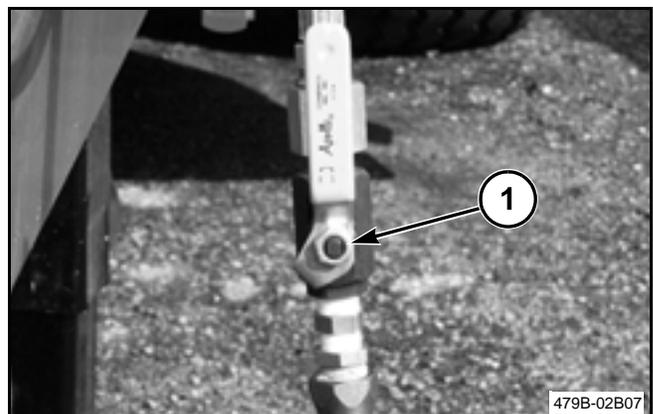

FIG. 22
FIG. 22: Si el enfardador tiene ejes en tándem, conecte la manguera para los ejes en tándem a una válvula remota del tractor. Abra la válvula de bola (1) en la manguera del eje en tándem. Si la manguera está conectada correctamente, el cilindro de dirección se extenderá cuando se tire de la palanca remota hacia el operador. Esto trabará las ruedas traseras en la posición centrada.